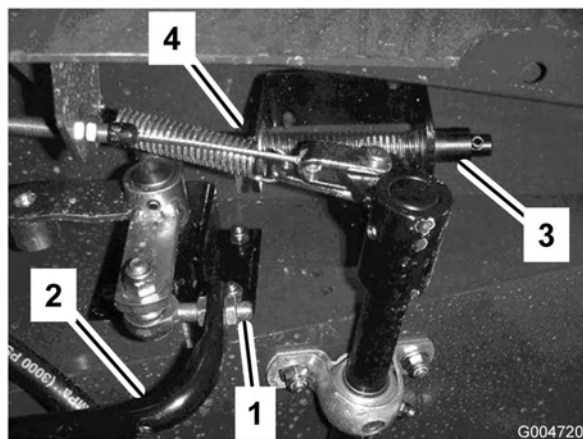

Figura 68
3. Encha o reservatório (Figura 68) com aproximadamente 30 l de fluido hidráulico. Consulte o ponto Verificação do fluido hidráulico.
3. Desaperte as porcas de retenção na extremidade da barra e ajuste o comprimento da barra de tracção (Figura 68) de modo a que o pedal fique em contacto com o batente do pedal quando a alavanca da bomba atingir o final do curso. Fixe as porcas de retenção.